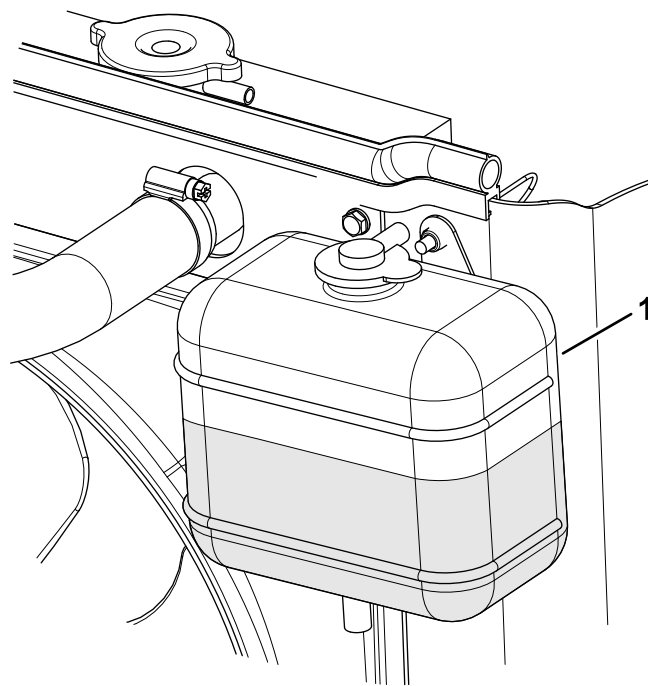

Figura 78
3. Controllate il livello di refrigerante nel serbatoio di espansione (Figura 78).